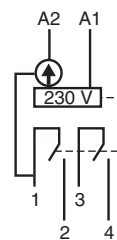

Figura 2. Cableado de la bobina con 2 hilos.
- Posición vertical (figura 2): cableado estándar con 2 hilos.